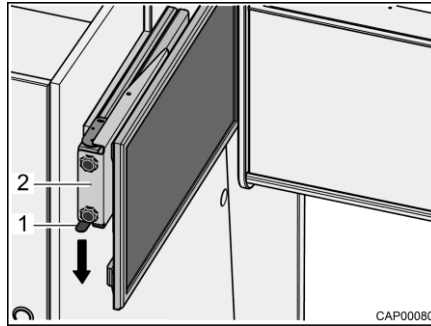

Fig. 37 Dispositivo de extracción con pantalla plana
- Presionar el resorte de cierre (Fig. 37,1) hacia abajo y extraer el dispositivo de extracción (Fig. 37,2) con pantalla plana horizontalmente hacia el centro del vehículo.
- Empujar el dispositivo de extracción (Fig. 37,2) con pantalla plana horizontalmente hasta el tope. El resorte de cierre (Fig. 37,1) engatillará automáticamente.